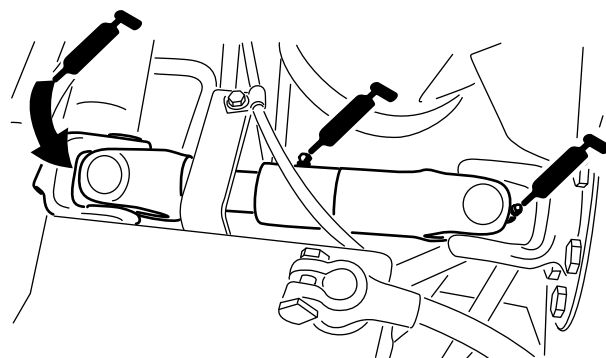

Figura 51
- Giunto ad U del semiassie fra motore e pompa (3) (Figura 51)